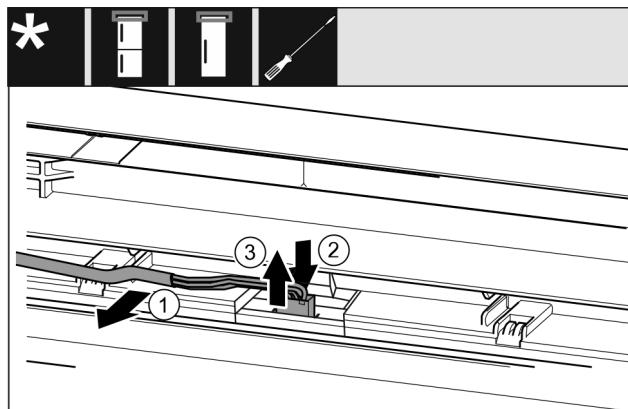

Fig. 7
- Обережно витягніть сірий кабель з направляючої в дверцяхах. Fig. 7 (1)
- Притисніть назад накладку за штекером. Fig. 7 (2)
- Обережно витягніть штекер рухом вгору. Fig. 7 (3)